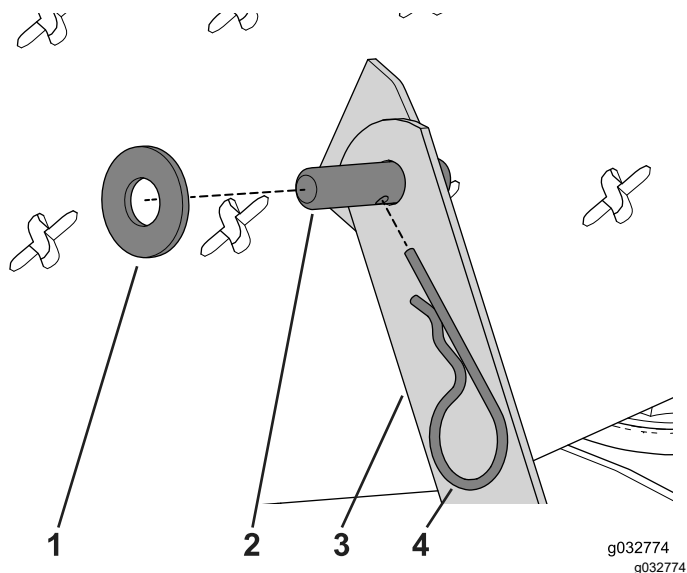

Figure 127
2. Fixez le bras de levage à la plate-forme de l'utilisateur à l'aide de la rondelle et de la goupille fendue (Figure 127).